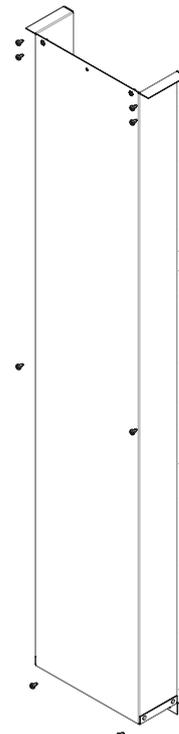

Figura 67. Viti del condotto verticale e piastra inferiore
- b) Inserire le viti nel condotto verticale (6 viti Torx M6x20) e nella piastra inferiore (5 viti Torx M6x12) e serrarle come mostra la figura 67.